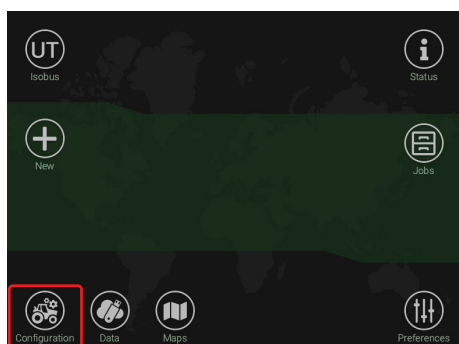

Fig. 23
- Press **Configuration** (Fig. 23).